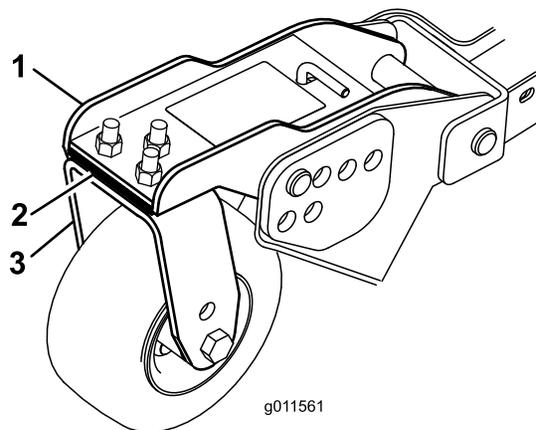

Figure 79
1. Enlevez les vis et écrous de fixation de la roue pivotante à la fourche (Figure 79).